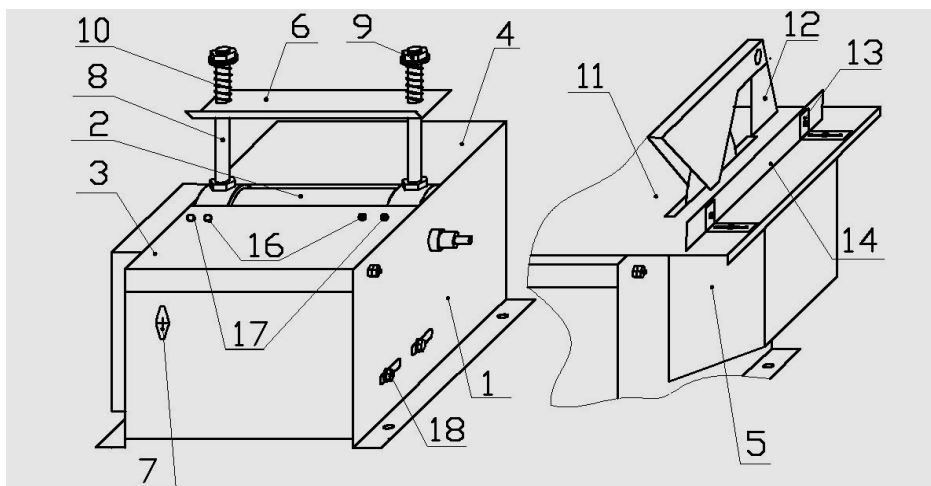

Рис. 1
1.3. Устройство станка. (Рис.1)